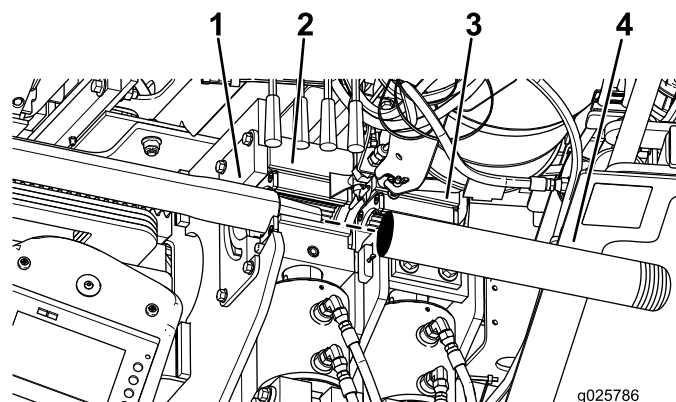

Figure 88
4. Ramenez la tige et la barre avant dans le guide-tige et dans les clés, en alignant le joint supérieur épais de la barre sur la clé supérieure (Figure 88).